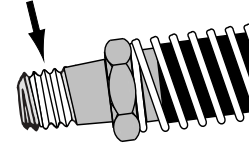

Figure 4
**NOTE :** Enrober le filet d'un tour et demi de ruban au Téflon en laissant le premier pas dénudé pour empêcher que le ruban ne pénètre dans le système, ce qui causerait des dommages. Voir la figure 4.